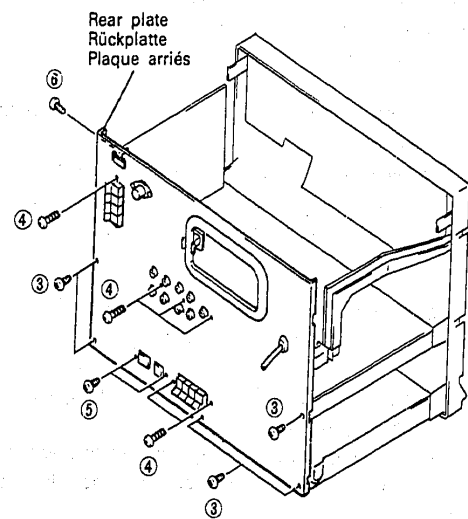

Fig. 2 Abb. 2
2. **Rückplatte (Abb. 2)**
2. **Plaque arrière (Fig. 2)**